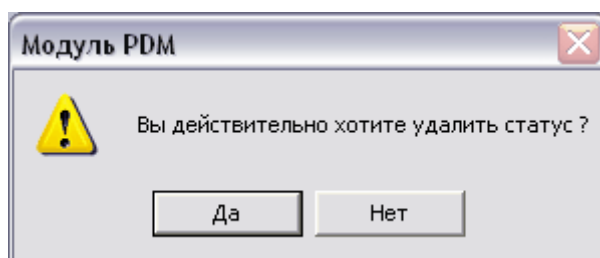

Рис. 207
- **Удалить** – удаление статуса из БД. После выбора этой команды появится предупреждение об удалении (Рис. 207).